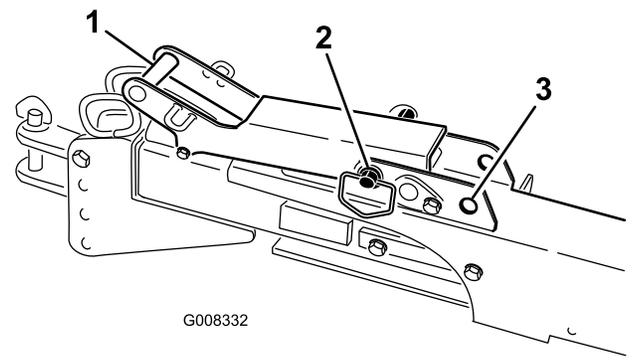

Figura 35
4. Si utiliza el acoplamiento de remolque, vuelva a colocar el procesador de terrones detrás del vehículo, retraiga el acoplamiento de remolque y mueva el pasador de la maneta de enganche a la posición de bloqueado (Figura 35).